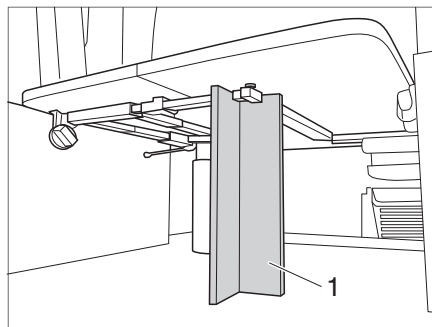

Fig. 116 Supporto in legno
- Spingere il piano del tavolo sul profilo di appoggio e posizionare il supporto in legno (Fig. 116,1) sotto il tavolo.